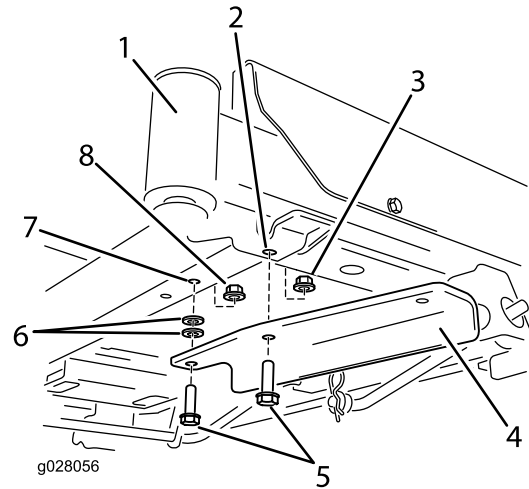

Bild 4
- Maschinen ohne Hubfußpedal: Befestigen Sie die Halterung mit zwei Schrauben (3/8" x 1-1/4"), zwei Scheiben und zwei Sicherungsmuttern (3/8") (Bild 4). Eine Sicherungsmutter finden Sie in den losen Teilen und die andere haben Sie vorher entfernt.